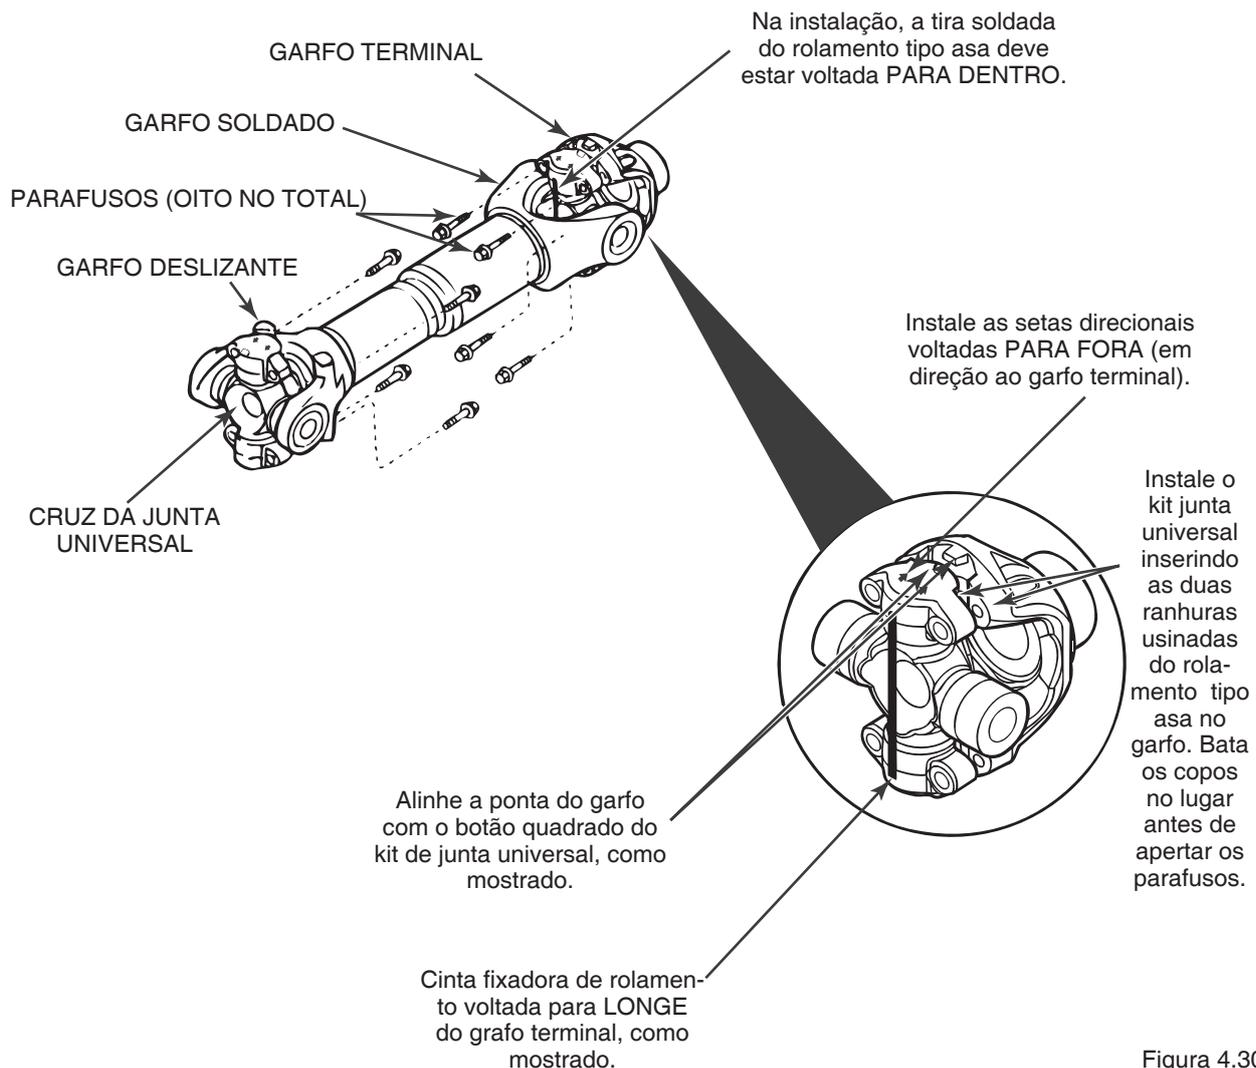

Figura 4.30
1. Limpe sujeira e contaminação do garfo deslizante e orifícios do garfo soldado. Figura 4.30.